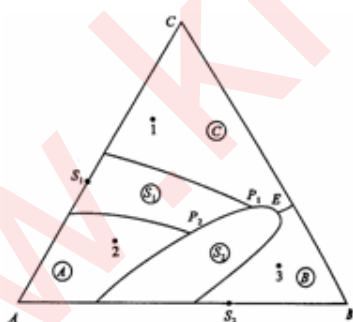

图6-17
6-29根据图6-17回答下列问题: (1) 说明化合物 S_1 、 S_2 的性质; (2) 在图中划分副三角形及用箭头指示出各界线的温度下降方向及性质; (3) 指出各无变量点的性质并写出各点的平衡关系; (4) 写出1、3组成的熔体的冷却结晶过程; (5) 计算熔体1结晶结束时各相百分含量, 若在第三次结晶过程开始前将其急冷却 (这时液相凝固成为玻璃相), 各相的百分含量又如何? (用线段表示即可); (6) 加热组成2的三元混合物将于哪一点温度开始出现液相? 在该温度下生成的最大液相量是多少? 在什么温度下完全熔融? 写出它的加热过程。